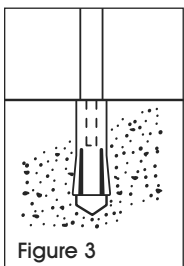

Figure 3
3. Procédez à l'expansion de l'ancrage à l'aide de l'outil de pose. La pleine expansion de l'ancrage s'effectue lorsque l'épaulement de l'outil de pose se trouve à ras de la tête de l'ancrage. (Voir Figure 3)